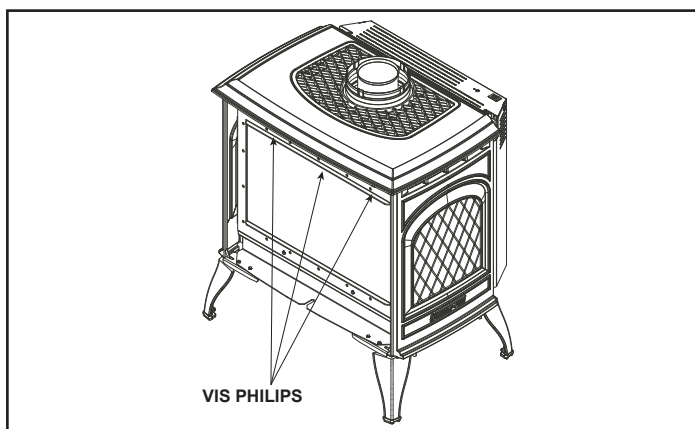

Figure 6.11 Retrait du cadre de la vitre
10. À l'aide d'un tournevis Philips no 2, retirez les trois vis sur l'assemblage de vitre avant, puis retirez l'assemblage du poêle. Voir la Figure 6.11.